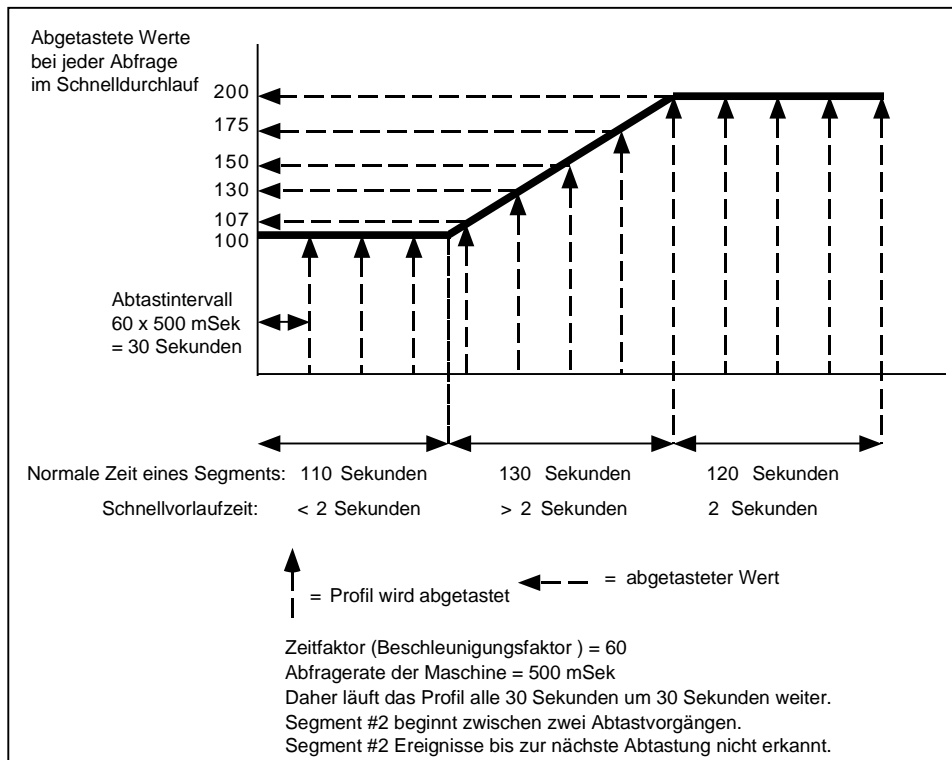

Abbildung 5-11 Schnellvorlauf
| SCHNELLVORLAUF | <p>SCHNELLVORLAUF (Schnellvorlauf) ist eine Methode, das korrekte Funktionieren der Profiler-Ereignisse und Ausgänge zu prüfen, ohne warten zu müssen, während der Profiler mit normaler Geschwindigkeit ausgeführt wird.</p> <p>Wenn SCHNELLVORLAUF aktiviert ist (EIN), läuft der Profiler mit der Geschwindigkeit, die mit dem Parameter BESCHLEUNIGUNGSFAKTOR festgelegt worden ist. Je höher der Wert dieses Zeitfaktors, desto schneller läuft der Profiler.</p> <p>Der Schnellvorlauf wird durch einen diskreten Eingang aktiviert.</p> <p>Beispiel</p> <p>Der Programmgeber läuft mit einer Abfrage-Rate von 500 mSek. Der BESCHLEUNIGUNGSFAKTOR ist auf 60 eingestellt. Daher wird der Profiler 60 mal schneller laufen, als normal. Der Profiler geht alle 30 Sekunden (500 mSek. x 60) um einen Schritt weiter. Anders gesagt, der Profiler läuft in einer halben Sekunde um 30 Sekunden vorwärts.</p> <p>Siehe Abbildung 5-11.</p> | Niveau EIN | | Wenn Sie sich im Gestartet-Modus befinden, läuft der Profiler mit Schnellvorlaufgeschwindigkeit. |
| BESCHLEUNIGUNGS-FAKTOR | Zahl | <p>Der Zeitfaktor bestimmt die Geschwindigkeit des Profilers beim Schnellvorlauf. Wird zum Testen der Programmausführung verwendet. Siehe Schnellvorlauf.</p> <p>Wenn SCHNELLVORLAUF auf EIN steht (1), läuft der Profiler mit der Geschwindigkeit, die mit dem Parameter BESCHLEUNIGUNGS-FAKTOR festgelegt worden ist.</p> <p>Beispiel</p> <p>Das Gerät läuft mit einer Abfrage-Rate von 500 mSek. Der BESCHLEUNIGUNGS-FAKTOR ist auf 60 gesetzt. Daher läuft der Profiler alle 30 Sekunden (500 mSek. x 60) um einen Schritt weiter.</p> <p>Der SCHNELLVORLAUF eines Profilers ist eine Methode, das korrekte Funktionieren der Profiler-Ereignisse und Ausgänge zu prüfen, ohne warten zu müssen, während der Profiler mit normaler Geschwindigkeit ausgeführt wird. Siehe Abbildung 5-11.</p> |